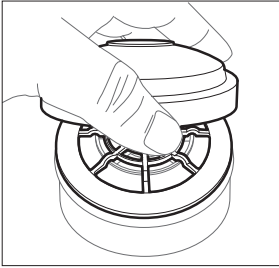

Figura 4
- c. Encaje el conjunto del filtro en el cartucho. (Figura 4).